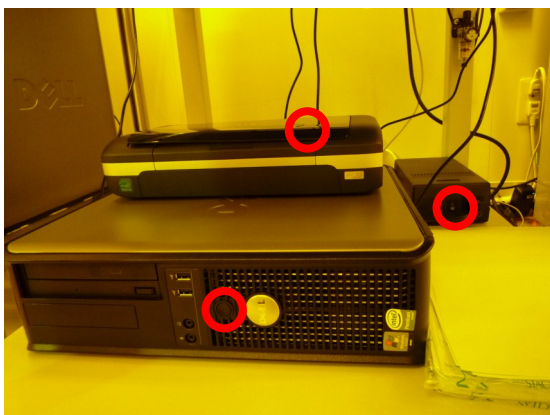

図1 電源
1. ドラフタ横の真空ポンプの電源、段差計本体の電源、パソコン、プリンタ(使用する場合)、及びモニターの電源を入れる(図1)